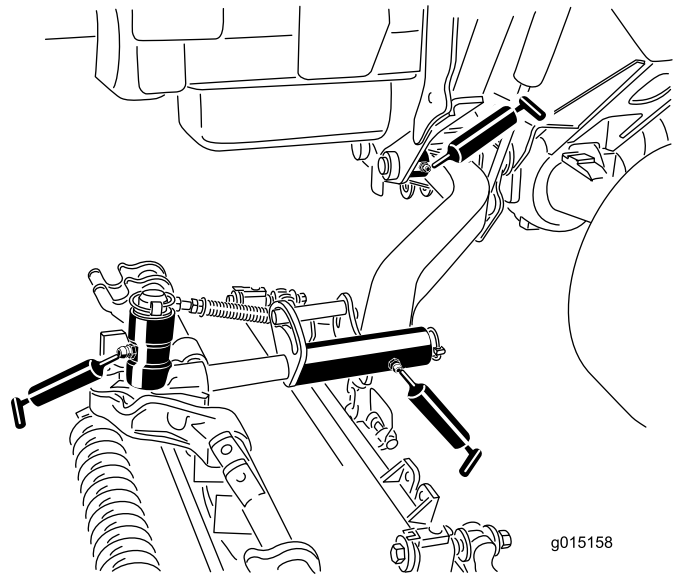

Figura 68
- Boccole girevoli (1 per piatto di taglio) del braccio di sollevamento (**Figura 68**).
- Telaio portante dell'apparato di taglio (2 per apparato) (**Figura 68**)
- Perno del braccio dell'apparato di taglio (1 per apparato) (**Figura 68**)